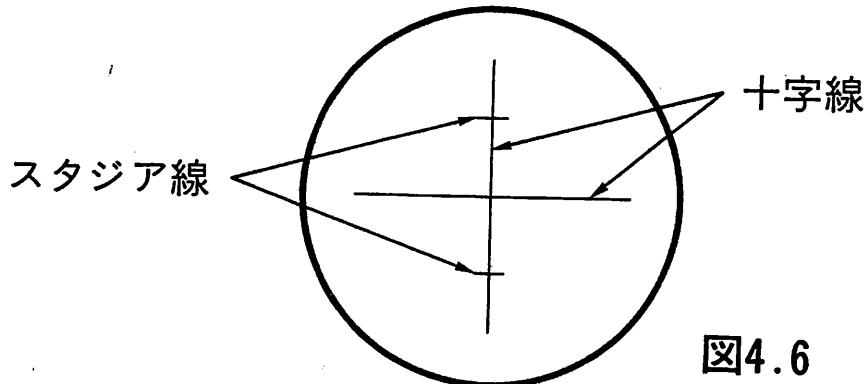

図4.6
- 1) スタジア線に挟まれた長さ  $l$  (cm) を測定します。 (図4.6)